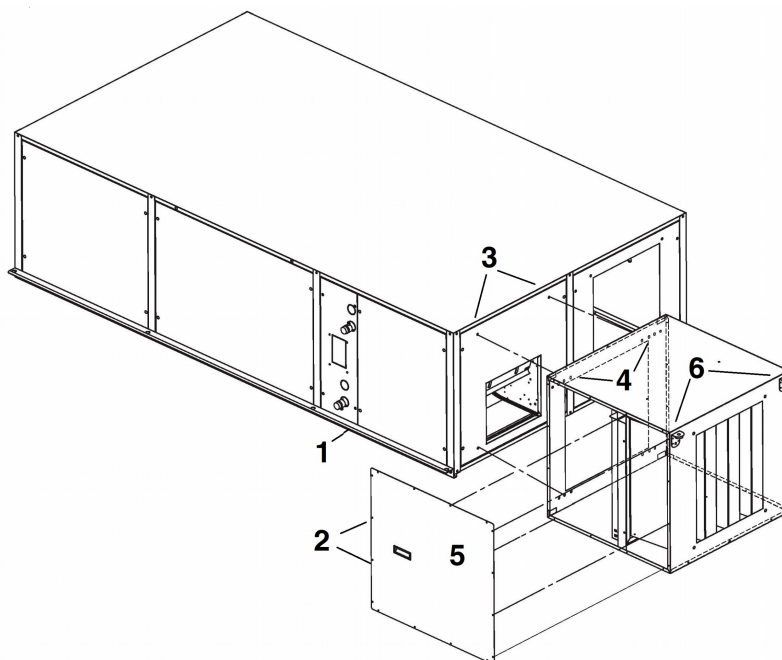

Fig.11
**ESTRAZIONE E MONTAGGIO FILTRI (Fig. 11)**
- La sezione con il modulo DSF viene posizionata di fronte alla bocca di mandata della macchina (1).
- Rimuovere il pannello laterale della sezione con il modulo DSF svitando le viti di fissaggio (2).
- Parzialmente serrare 4 viti M8 negli inserti presenti ai vertici della bocca della macchina (3).
- Agganciare il modulo alla macchina facendo passare la testa delle viti sporgenti attraverso i fori a chiave e spingere verso il basso la sezione, in modo tale che la testa della vite risulti bloccata nella parte superiore del foro a chiave. Accedere alle 4 viti di fissaggio dal fianco della sezione e serrarle (4).
- Fissare nuovamente il fianco del modulo (5).
- In alternativa il modulo può essere installato lungo un tratto di canale rettilineo: in questo caso utilizzare tutte le 4 staffe di fissaggio con antivibrante per assicurare il modulo al soffitto (6).
**EXTRACTION AND ASSEMBLY FILTERS (Fig. 11)**
- The section with DSF module is positioned in front of the supply flow vent of the unit (1).
- Remove the side panel of the section with the DSF loosening the screw fasteners (2).
- Partially tighten the 4 M8 screws into the inserts present at the tops of the machine event (3).
- Hitch the section with DSF to the machine, passing the head of the projecting screws through the holes and push the section down, in a way that the head of the screws is blocked in the upper part of the hole. Access the 4 screw fasteners from the side of the section and tighten them (4).
- Fix the side of the section again (5).
- Alternatively the module can be installed in a straight duct section: in this case use the all four anti vibration mounts to anchor the module to the ceiling (6).